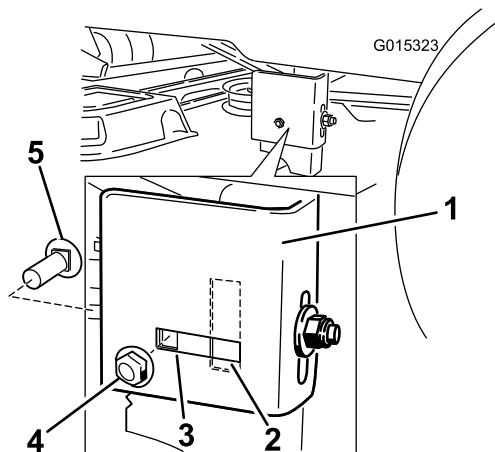

Figura 49
- Vaya al lado izquierdo de la máquina. Compruebe si el perno de cuello cuadrado lateral está en la posición fija o ranurada (Figura 49).
- Si el perno de cuello cuadrado lateral está en la posición fija, retire el perno de cuello cuadrado lateral y la tuerca de bloqueo lateral de la posición fija, e instáloslos en la posición de ajuste ranurada (Figura 49).
- Afloje la tuerca de bloqueo trasera de la pletina de suspensión (Figura 49).